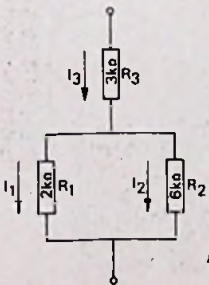

Fig. 3.
6. In de weerstand R_1 wordt een vermogen van 18 mW gedissipeerd (zie fig. 3). Bepaal het totale in de schakeling gedissipeerde vermogen.